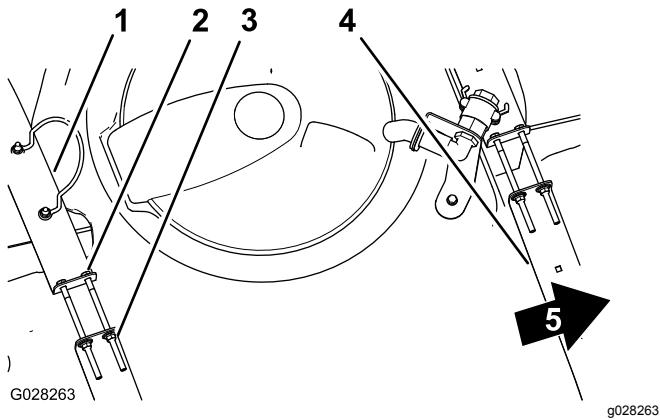

Figure 85
2. Assurez-vous qu'il n'y a pas de jeu entre les sangles de la cuve et la cuve (Figure 85).
3. Si les sangles de la cuve ne sont pas assez serrées, resserrez les contre-écrous à embase et les boulons en haut des sangles jusqu'à ce que ces dernières soient parfaitement en appui sur la surface de la cuve (Figure 85).